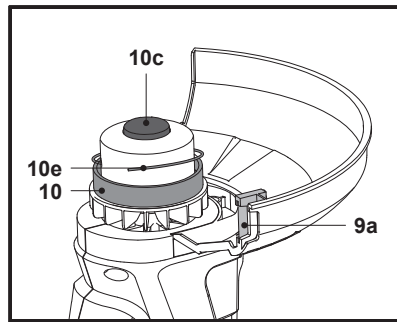

Fig. 13
1. Golpee suavemente el parachoques (10c) sobre suelo sólido y el cabezal de corte (10) soltará los hilos de corte (10e).
2. La cuchilla (9a) cortará los hilos sobrantes (Fig. 13).